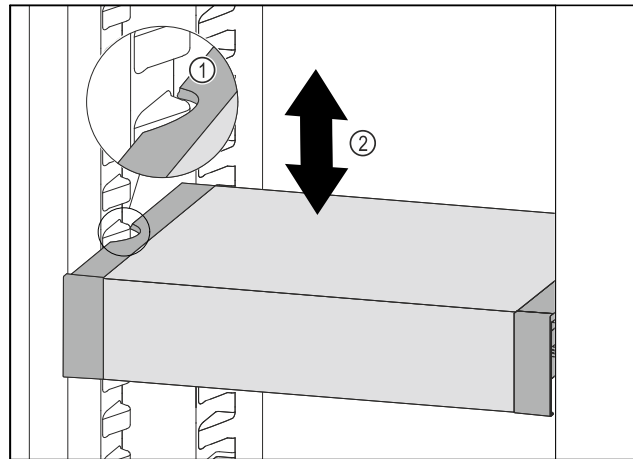

Fig. 77
- ▶ Изтеглете VarioSafe напред, докато страничните прорези на VarioSafe се намират на височината на реброто на съда в хладилната част. Fig. 77 (1)
- ▶ Преместете VarioSafe нагоре или надолу в хладилната част, докато се достигне желаната височина. Fig. 77 (2)